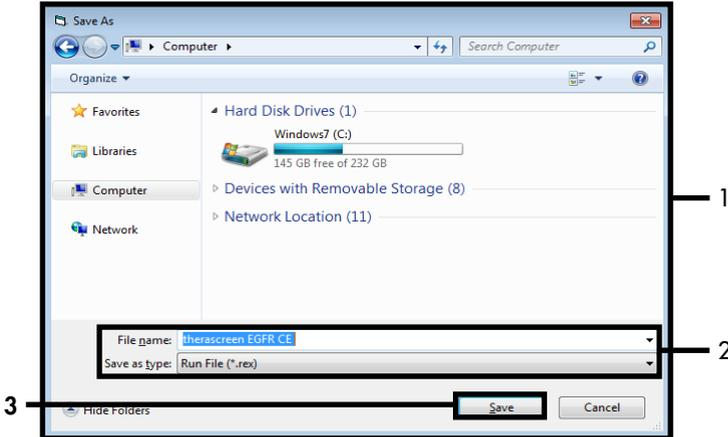

Abbildung 6. Das Fenster „Save As“ (Speichern unter) (1). 2 = Felder „File Name“ (Dateiname) und „Save as type“ (Dateityp); 3 = „Save“ (Speichern).
18. Wählen Sie einen geeigneten Dateinamen aus und speichern Sie den PCR-Lauf als *.rex-Laufdatei am ausgewählten Speicherort. Klicken Sie auf Save (Speichern) (Abbildung 6).